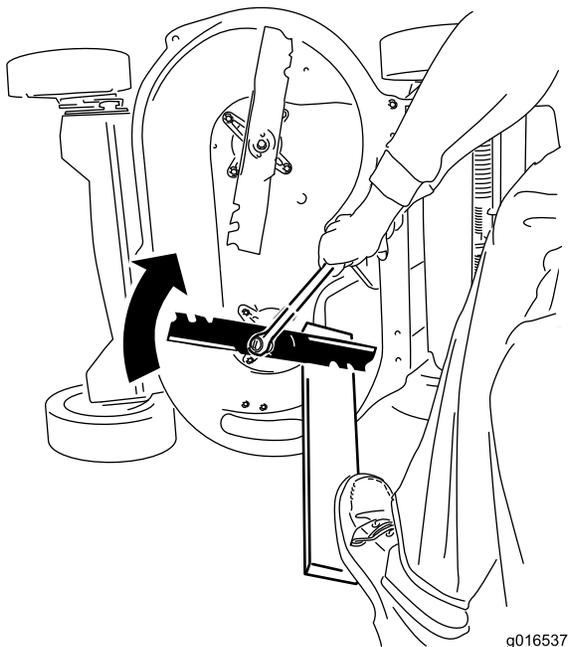

Figure 34
- Immobilisez chaque lame à l'aide d'une planche et tournez le boulon de lame dans le sens horaire au moyen d'une clé dynamométrique comme montré à la Figure 34 ; serrez chaque boulon de lame à 82 Nm.